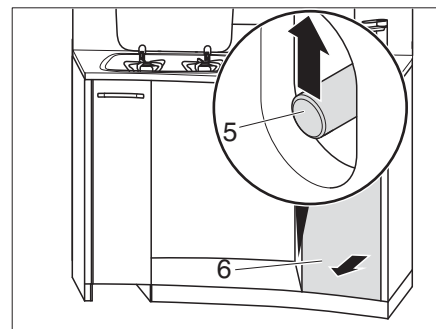

Fig. 117 Desbloquear el cajón superior de la cocina
- Introducir la mano a través de la abertura y empujar hacia arriba la barra de empuje (Fig. 117,5).